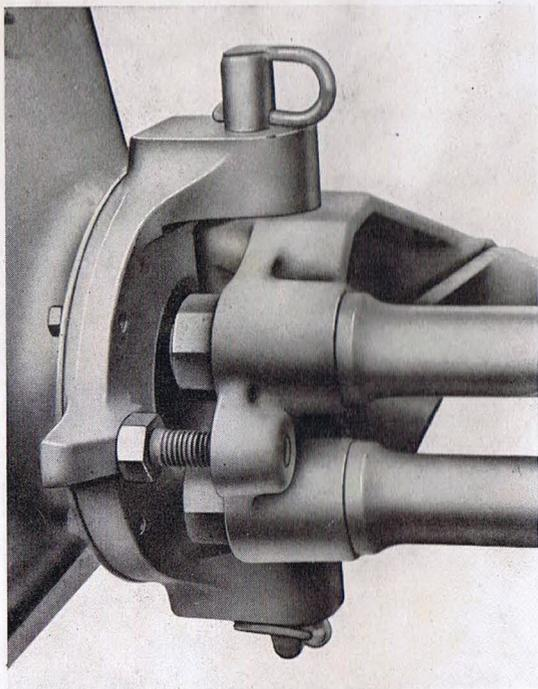
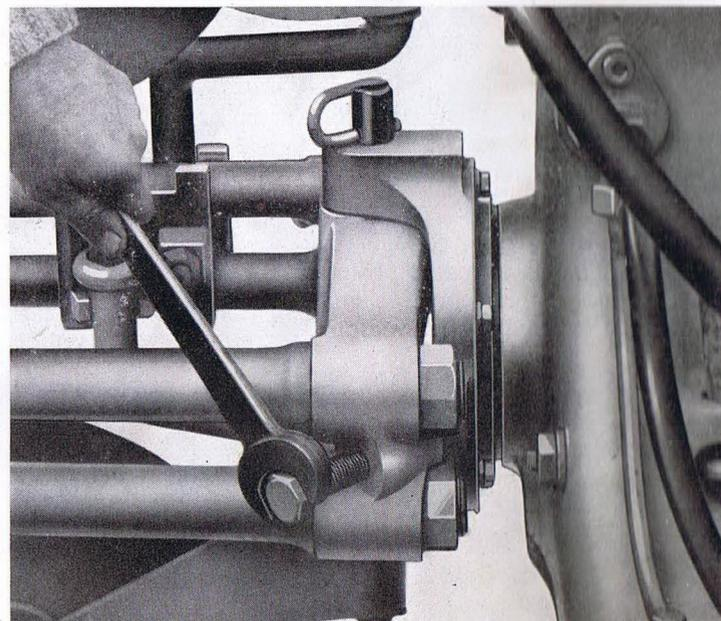

Fig. 14
Fig. 15
Ces vis prennent appui sur les bossages du plateau de retournement, soit par leur tête dans le cas d'un bâti monosoc (fig. 14), soit par leur extrémité filetée dans le cas d'un bâti bisoc (la fig. 15 illustre le montage pour une charrue bisoc 12").
**Pour augmenter la largeur de travail de la charrue monosoc,** (versant à droite), il faut visser la vis de droite et dévisser celle de gauche (fig. 14)
**Pour augmenter la largeur de travail de la charrue bisoc** (versant à droite), il faut visser la vis de gauche et dévisser celle de droite (fig. 15).